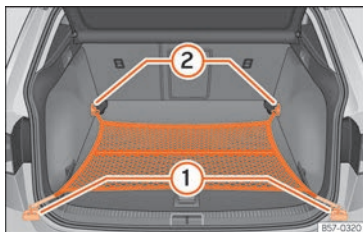

Fig. 178 En el maletero: bolsa de red enganchada a ras del suelo.
- Dado el caso, levante las argollas de amarre delanteras »» fig. 178 ②.
- Fije los ganchos de la red en las argollas de amarre ② »» ⚠. La cremallera de la bolsa tiene que quedar hacia arriba.
- Fije los ganchos de la red en las argollas de amarre ①.